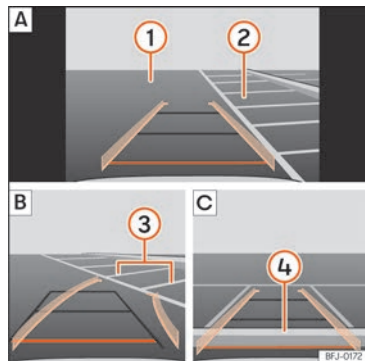

Abb. 167 Anzeige auf dem Bildschirm des Infotainment-Systems: Einparken mit dem Rückfahrasistenten.
Legende zur » (Abb. 167):
- Bringen Sie das Fahrzeug vor die Parklücke >>> **(Abb. 167) ② [A]**.
- Fahren Sie rückwärts und drehen Sie das Lenkrad so, dass die gelben Linien in die Parklücke weisen. Die grünen und gelben Linien müssen mit den seitlichen Begrenzungslinien übereinstimmen **③ [B]**.
- Halten Sie das Fahrzeug an, wenn die rote Linie die hintere Begrenzung erreicht hat **④ [C]**.